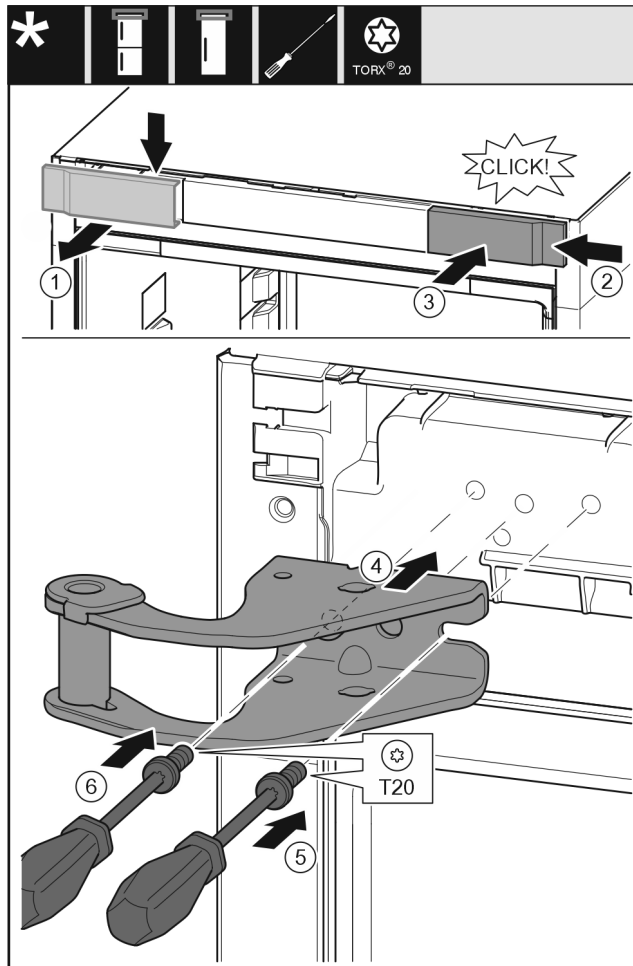

Fig. 10
- ▶ Odoberte kryt zhora dopredu. Fig. 10 (1)
- ▶ Kryt zaveste na druhú stranu sprava otočený o 180°. Fig. 10 (2)
- ▶ Kryt zaklapnite. Fig. 10 (3)
- ▶ Nasadte hornú ložiskovú konzolu. Fig. 10 (4)
- ▶ Skrutku nasadte a pevne zaskrutkujte skrutkovačom T20. Fig. 10 (5)
- ▶ Skrutku vložte a pevne zaskrutkujte skrutkovačom T20. Fig. 10 (6)